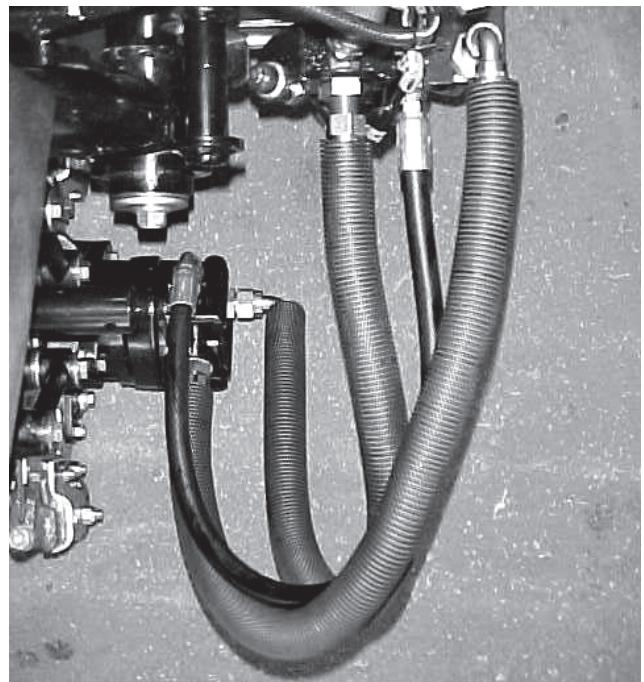

図 16
**重要** ホースがねじれていたり折れていたりしないこと、また後カッティングユニットのホースが図16に示すように適切に配置されていることを確認し、(Model 03206の場合には)カッティングユニットを上昇させて左にシフトさせます。後カッティングユニットのホースが走行ケーブル・ブラケットに当たっていてはいけません。必要に応じて接続部やホースの位置を再調整してください。